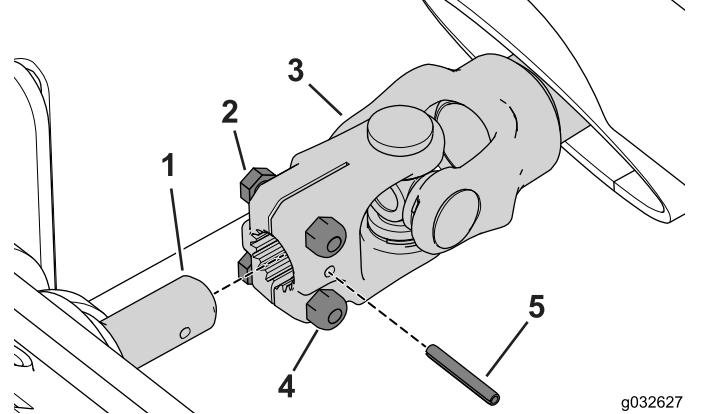

Bild 79
3. Setzen Sie den Rollstift ein (Bild 79).